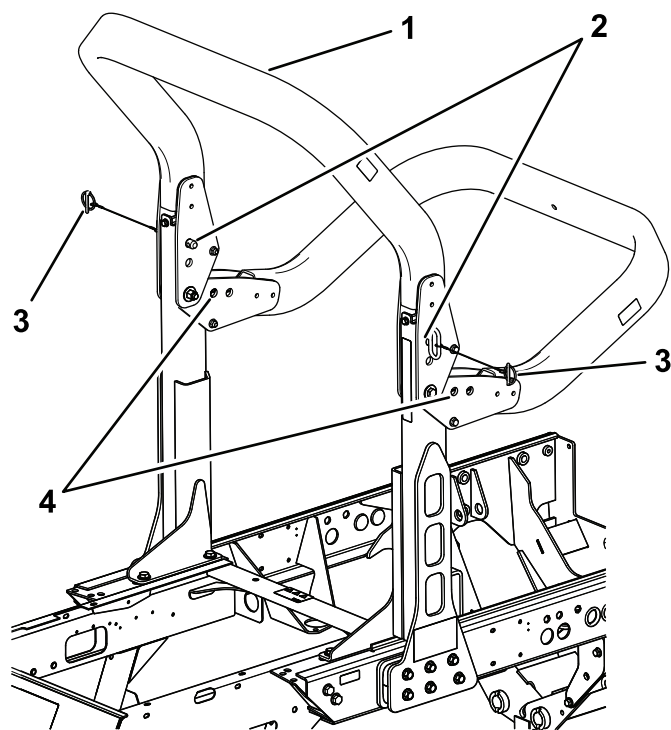

图 74
2. 支撑住翻车保护杆上机架的同时从枢轴支架上卸下开口销和柱销图 74。